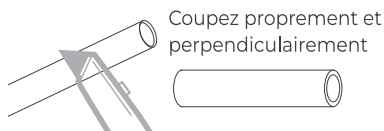

Figure 2
- Si le tuyau est trop long, coupez-le à une longueur appropriée avec un couteau de ménage tranchant ou des ciseaux. Coupez le tuyau droit et proprement (**Figure 2**).